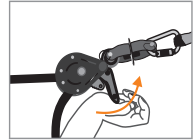

Fig 5
Montera ned livlinan genom att dra i kampsaken (4) (Bild 5). Lossa hela anordningen och packa ned den i dess ursprungliga väska.